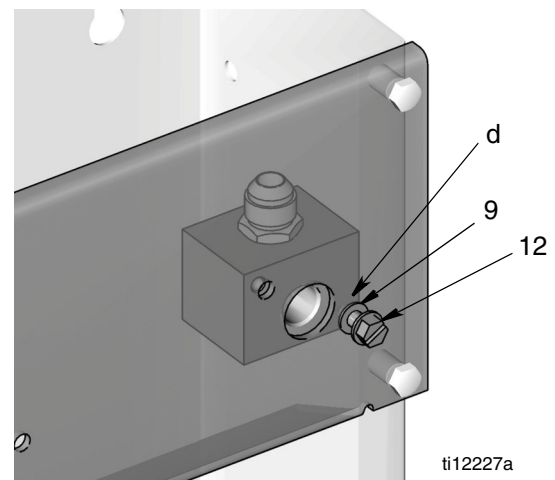
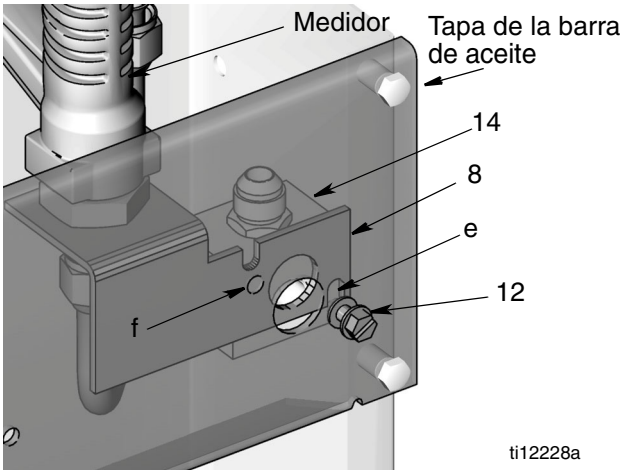
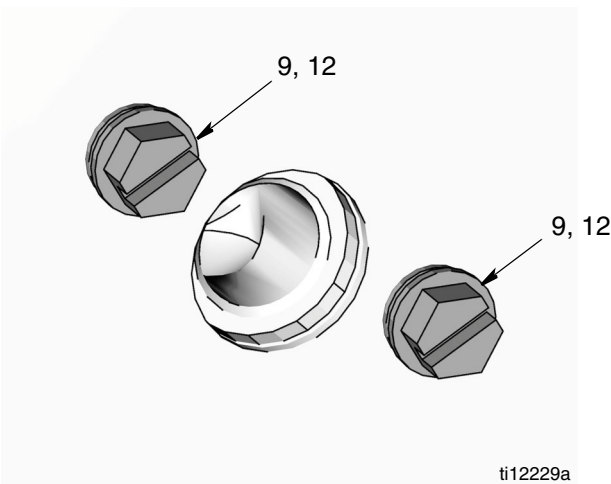

FIG. 13
FIG. 14
FIG. 15
3. Primero, instale solamente el tornillo delantero inferior (12) y la arandela (9) en la abertura (d) para fijar débilmente el colector a la placa frontal. (Remítase a la FIG. 13 y a la FIG. 14.) **No ajuste ni apriete demasiado el tornillo.** Gírelo solamente hasta que los hilos estén lo suficientemente unidos como para sostener el colector en su lugar.
La abrazadera (8) debe encajar entre el colector (14) y la tapa del panel de la barra de aceite (e) y la muesca debe calzar en los hilos del tornillo (12) (instalado en el paso 3) (Ver FIG. 14).
5. Coloque la arandela (9) y el tornillo (12) en la abertura (f) (FIG. 14 y FIG. 15). Apriete de manera segura.